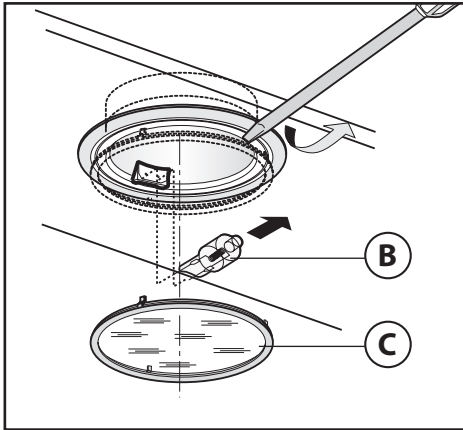

Fig.8
• **Sostituzione delle lampade alogene (Fig.8):**